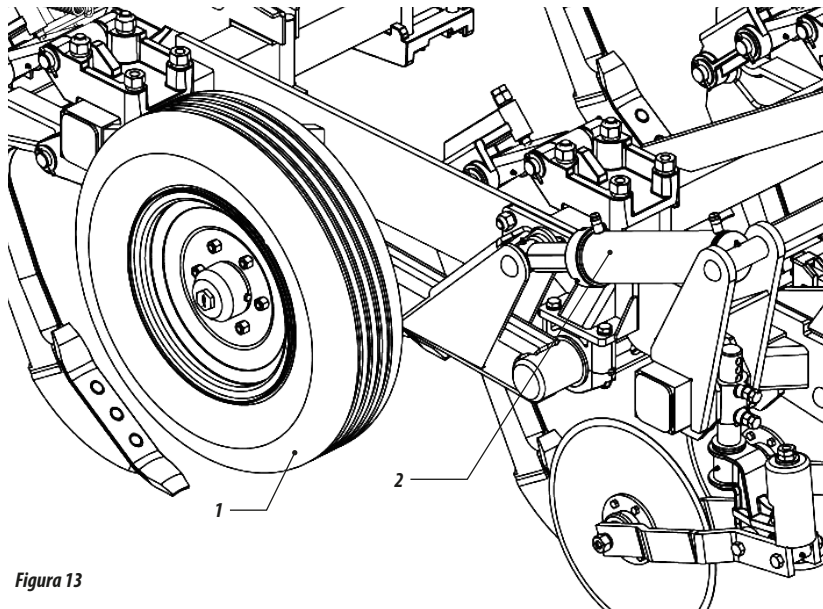

Figura 13
01 - A profundidade de trabalho das hastes é limitada através das rodas (1) figura 13 que são acionadas pelo pistão hidráulico (2).